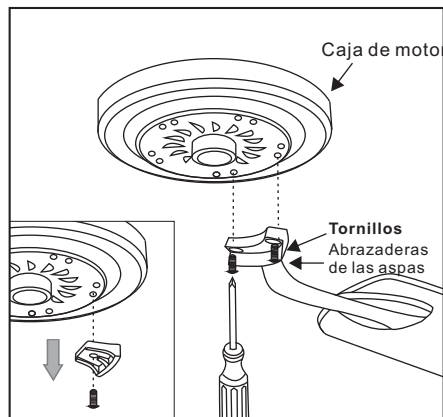

Figura 16
3. Retire los bloques de plástico antes de instalar el soporte de aspa en el caja del motor inferior, deséchelos pero mantenga los tornillos. (Figura 16).
4. Fijar el ensamblaje de hojas al alojamiento de motor por medio de apretar dos tornillos quitado anteriormente desde el alojamiento de motor y los tornillos de la bolsa de las piezas sueltas(C). (Figura 16)